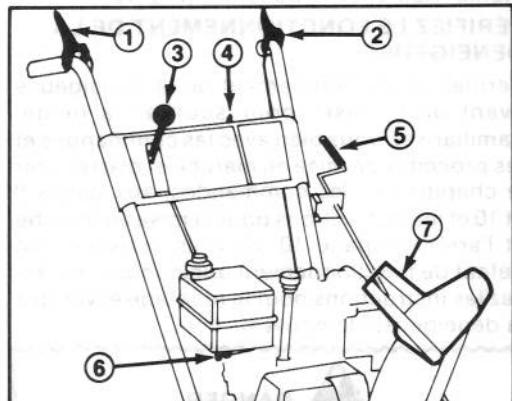

Figure 13
Commande de tarière (Fig. 13) — Cette commande a deux positions: EMBRAYÉE (Engage) et DÉBRAYÉE (Disengage). Pour embrayer la tarière et le rotor, comprimez le levier contre la poignée du mancheron droit. Pour les débrayer, relâchez le levier.
Commande de traction (Fig. 13) — Pour ob-
Sélecteur de vitesse (Fig. 13) — Cette commande a quatre positions: marche arrière, 1, 2 et 3 (trois vitesses avant). Pour changer de vitesse, placez le levier à la position désirée. Le
Clé d'allumage (Fig. 13) — La clé d'allumage a deux positions: MARCHE (on) et ARRÊT (off). Mettez la clé en position MARCHE (on) avant de mettre le moteur en marche à l'aide du démarreur à rappel. Pour arrêter le moteur, mettez la clé en position ARRÊT (off).
Robinet d'arrêt d'essence (Fig. 13) — Ce robinet se trouve sous le réservoir d'essence. Fermez le robinet pour arrêter l'arrivée d'essence au carburateur et trouvez-le pour rétablir l'alimentation. Fermez le robinet quand la déneigeuse ne sert pas.
Commande d'éjecteur (Fig. 13) — Tournez la manivelle de commande de l'éjecteur à droite pour orienter l'éjecteur vers la gauche et tournez la manivelle vers la gauche pour orienter l'éjecteur vers la droite.
Manette du déviateur (Fig. 13) — La manette du déviateur se trouve sur le dessus de l'éjecteur et sert à régler la hauteur du jet de neige.
3. Ouvrez le robinet d'arrêt d'essence sous le réservoir d'essence (Fig. 13).
5. Tournez la clé d'allumage en position de MARCHE (Fig. 13).